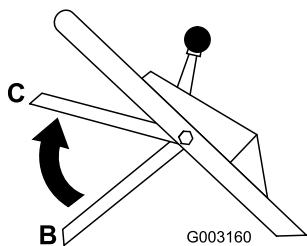

Figura 18
3. Levante la barra de control hasta la posición central, unas 13 cm (5 pulg.) por debajo del travesaño del manillar (Posición C en Figura 18).
4. Suelte la barra de control de la cuchilla (Posición B en Figura 18).